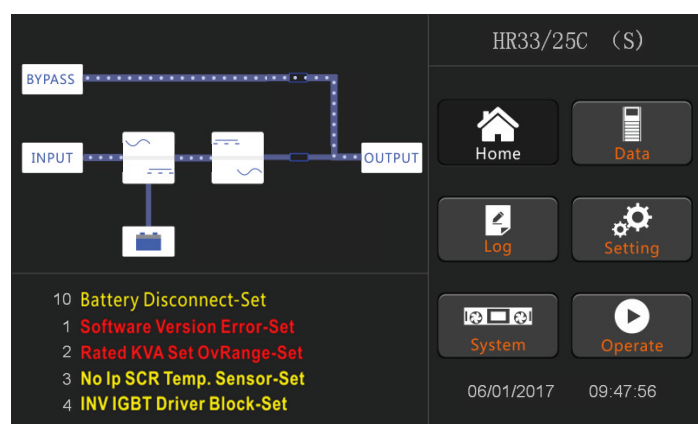

Рисунок 5.3. Запуск инвертора
6. После включения байпаса начнётся запуск инвертора (см. Рисунок 5.3).